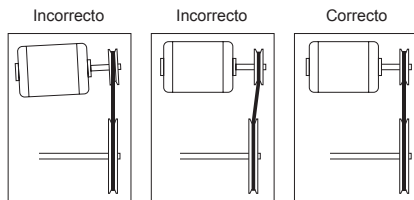

Figura 5
2. Monte las roldanas en los ejes y fíjelas con un tornillo de fijación. Para revisar si las roldanas están alineadas adecuadamente, consulte la Figura 5. Las roldanas mal alineadas provocan un desgaste excesivo de la correa, vibraciones y ruidos.